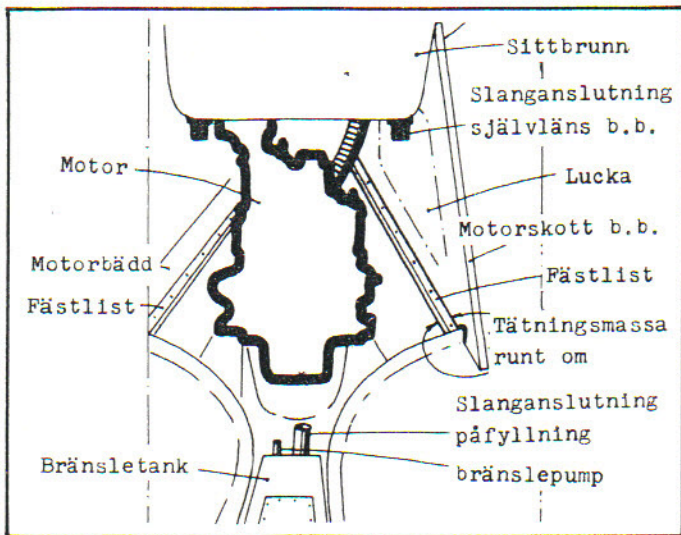
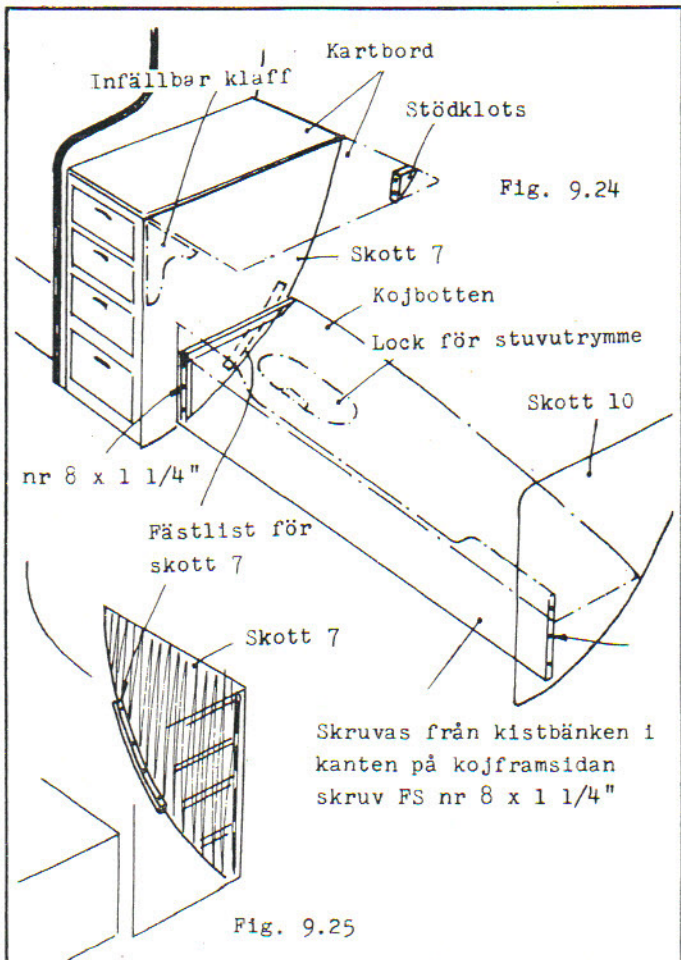
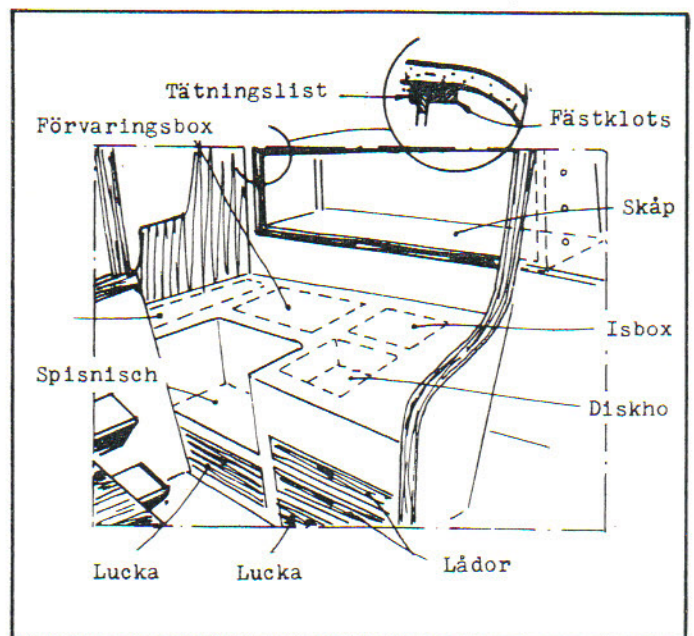

Fig. 9.23
Fig. 9.24 9.25
Fig. 9.26
Montera skott 7 och pulpetframsida (26) - se fig. 9.24 och 9.25. Passa till och montera samtliga skott runt motorrum. För motorjustering m.m. bör b.b. skott förses med en lämplig lucka. Se fig. 9.23.
Passa och montera skott 10 akter om stickkoj. Ställ upp stickkojsframsidan och lägg upp koj-botten. Rikta in kojframsidan till det läge där kojbotten bäst följer bordläggningen. Markera läget och montera framsidan. Såga ut erforderliga luckor i kojbotten för utnyttjande av stuvutrym-met under - se fig. 9.17 och 9.24. Skruva fast botten. Passa och montera skott 9 akter om pentry samt pentryframsidan (27) och skott 8 under pentry. Passa till och montera skåpet (37) över pentry samt pentryovandel - se fig. 9.26. Montera kartbordet - se fig. 9.24. Passa till och lägg in samtliga durkar samt montera trappan - se fig. 9.27.